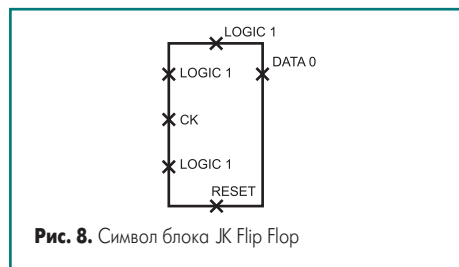

Рис. 8. Символ блока JK Flip Flop
Теперь нам остается переместить автоматически созданные порты на контур иерархического блока, как показано на рис. 8.
12. Аналогичным образом переместим все остальные порты в соответствующие позиции (рис. 8).
Кроме того, потребуется переименовать изначально одинаковые сигнальные выходы каждого блока (рис. 8).